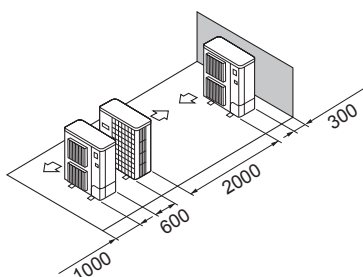

Fig. 2-16
- ⑤ Paralelní rozmístění jednotlivých jednotek (Fig. 2-16)